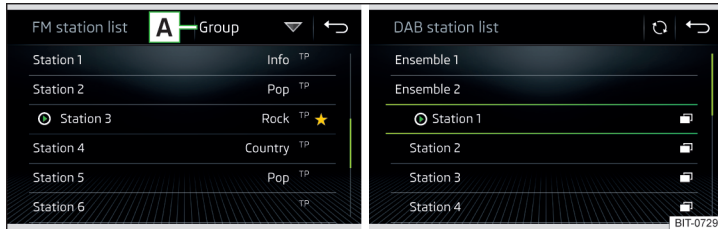

Abb. 184 Beispiel der Liste verfügbarer FM/DAB-Sender
- Zur **Sortierung** (FM) der Sender in alphabetischer Reihenfolge, laut Gruppe oder Genre, die Funktionsfläche [A] » Abb. 184 antippen » !.
- Zur **Filterung** der Sender nach dem Programmtyp (bspw. Kultur, Musik, Sport u. Ä.) in der FM-Senderliste (bei eingeschalteter RDS-Funktion) und der DAB-Senderliste (bei gewählter alphabetischer Sortierung der Senderliste) die Funktionsfläche [A] » Abb. 184 antippen.
- Zur **manuellen** Aktualisierung die Funktionsfläche ☰ » Abb. 184 antippen.